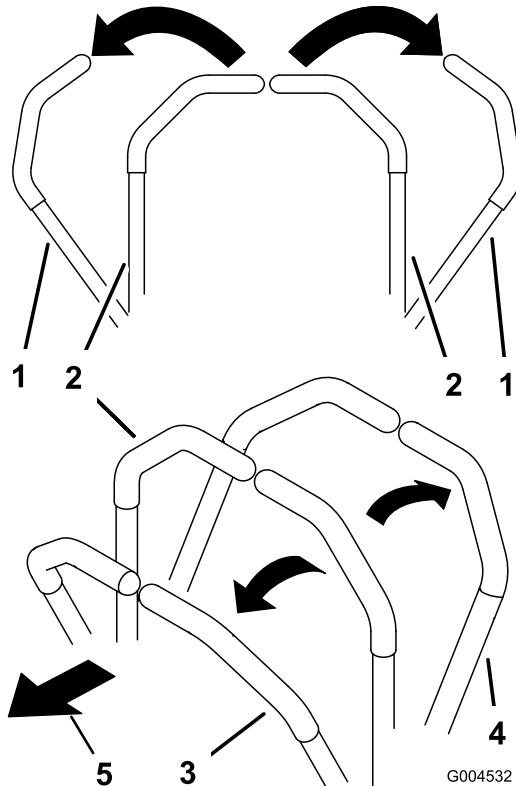

図 19
- ・ 前方への直進走行両方のレバーをゆっくりと前に押す図 19。
- ・ 後方への直進走行両方のレバーをゆっくりと後に引く図 19。
- ・ 旋回両方のレバーを手前に引いて走行速度を落とし、曲がりたい方向と反対側のレバーを押す(図 19)。